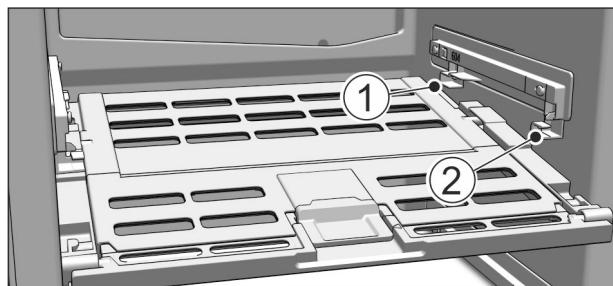

Fig. 51
- ▶ 装入水果和蔬菜长久保鲜盖子：将桥形接片由下方导入后部固定支架 Fig. 51 (1) 内并卡在固定支架 Fig. 51 (2) 的前部。